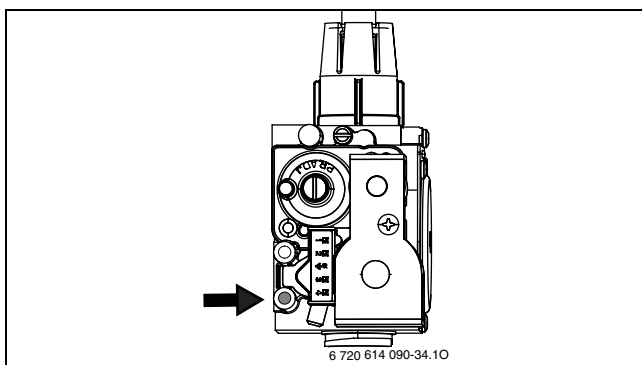

Рис. 41
- ▶ Перевірити співвідношення газ-повітря та при потребі настроїти (→ рис. 41).